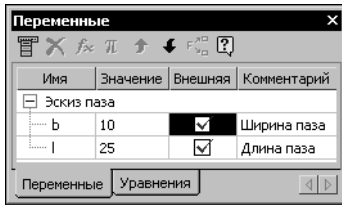

Рис. 105.3. Внешние переменные эскиза
3. Если необходимая переменная уже существует в эскизе, включите для нее опцию в колонке **Внешняя** (рис. 105.3). Если необходимой переменной еще нет, создайте ее и сделайте внешней.